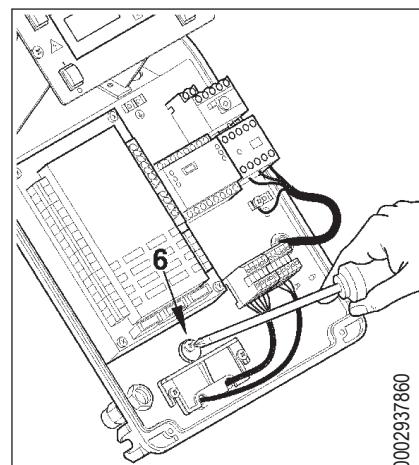

图3
- 将电缆压板放回原位(图3)。转动偏心轮(6)，让压板在两条电缆上具有适当的压迫力，然后拧紧压板固定螺丝。最后，连接7极和4极的接头。